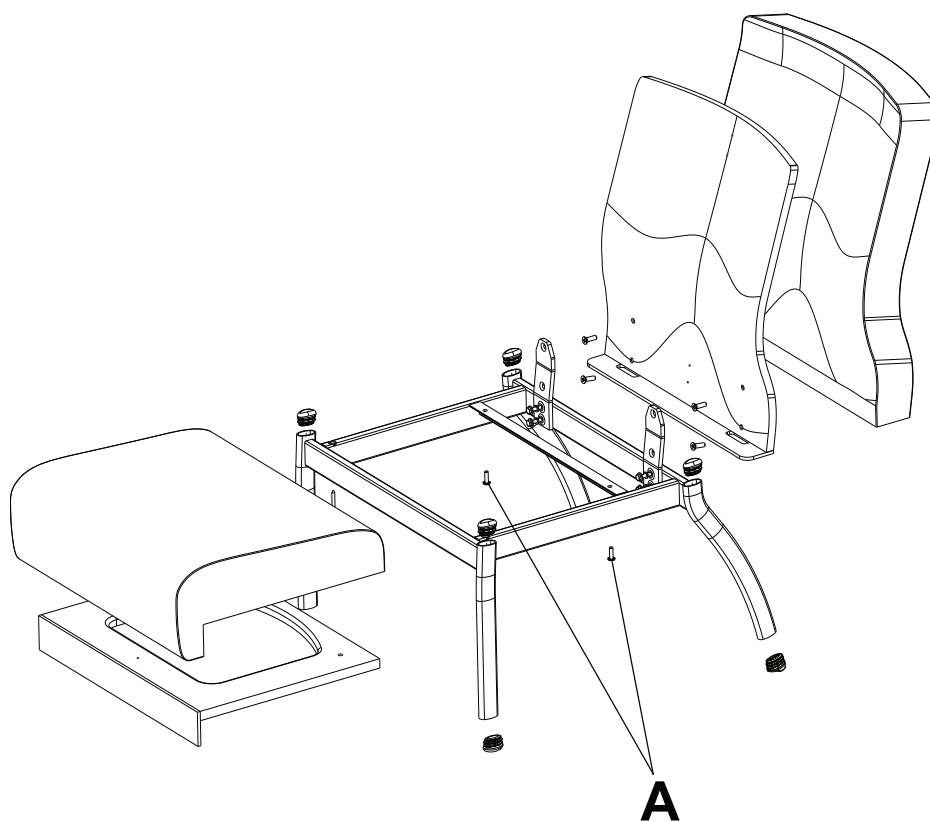

Figure 3 – Remplacement du coussin d'assise
3. À l'aide d'un tournevis cruciforme n° 3, retirer les quatre vis (A) qui fixent le coussin d'assise au châssis (Figure 3). Retirer et jeter le coussin d'assise. Conserver les vis.